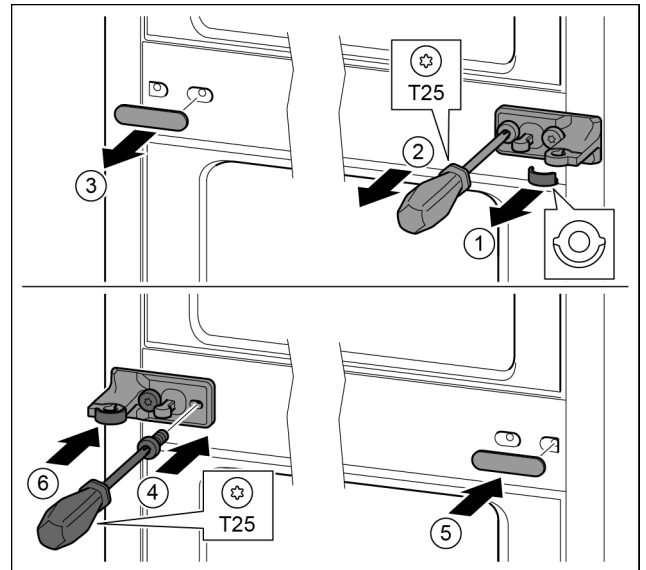

Fig. 34
- Scheibe abziehen. Fig. 34 (1)
- Schrauben mit Schraubendreher T25 herausdrehen. Fig. 34 (2)
- Abdeckung vorsichtig abziehen. Fig. 34 (3)
- Lagerbock mit Folie um 180° gedreht auf der anderen Seite fest anschrauben. Fig. 34 (4)
- Abdeckung um 180° gedreht auf der anderen Seite anbringen. Fig. 34 (5)
- Scheibe von vorn aufschieben. Fig. 34 (6)